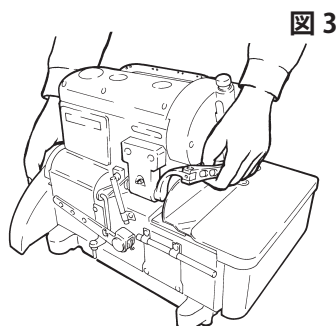

図 3
②運 搬
2. ミシンヘッドの移動は右手でブリーをつかみ、押え台に左手をかけて、しっかり持ってください。(図3)